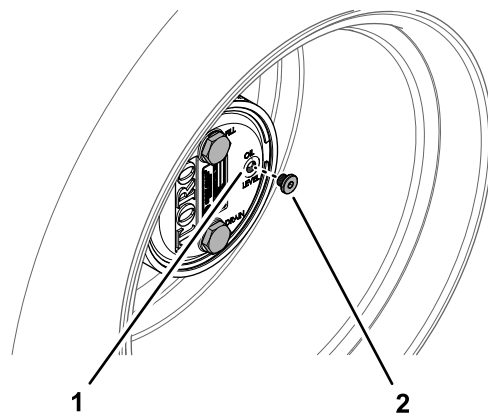

Figure 104
2. Retirez le bouchon de contrôle à la position 3 heures (Figure 104).